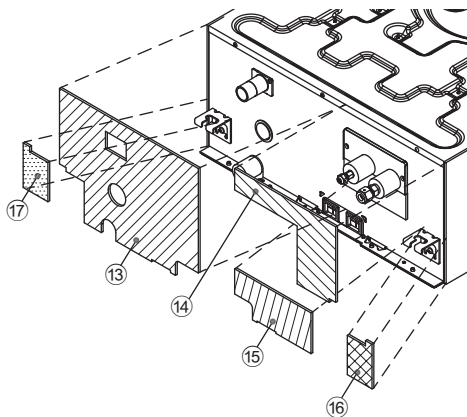
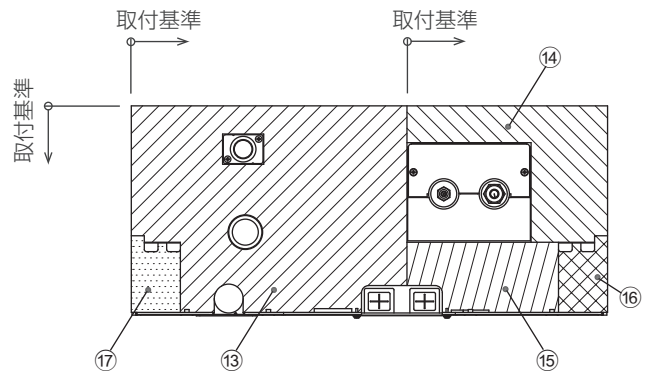

図 13
図 14
1. 室内ユニットの配管面に断熱材 ⑬ → ⑭ → ⑮ の順に取付けます。(図 13、図 14)
2. 吊金具部に断熱材 ⑯、⑰ を取付けます。(図 13、図 14)